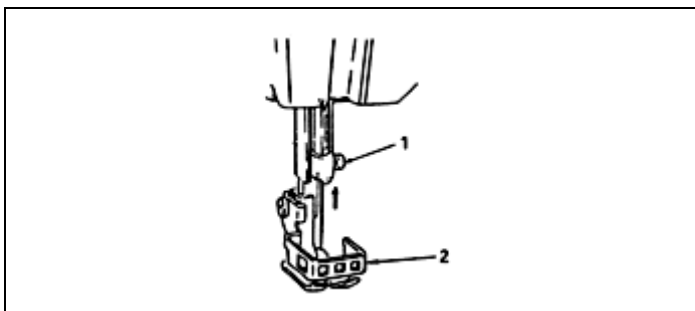

Fig. 3.
## 6. INSERÇÃO DA AGULHA (Fig. 3)
<p>Desligue a máquina.</p> <p>Não opere sem o protetor de dedo (2). (Vide Fig. 3)</p> <p>Perigo de danos pessoais.</p>